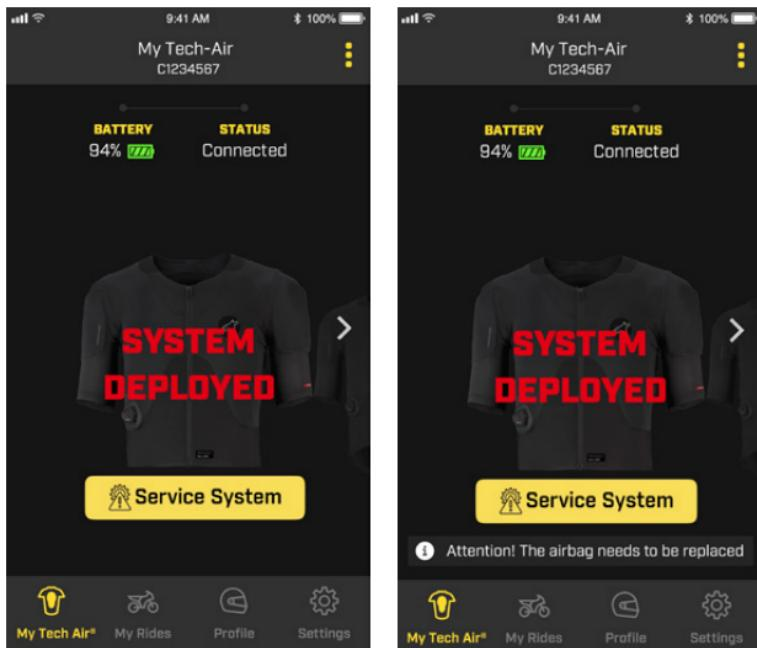

Figure 18 : Vue du système Tech-Air® déployé (à gauche) et vue de la notification de remplacement de l'airbag (11) (à droite).
En cas de déploiement du système et lorsqu'aucun gonfleur à gaz (9) n'est disponible, l'application notifie cet état à l'utilisateur en affichant le message « SYSTEM DEPLOYED », comme illustré à la figure 18.